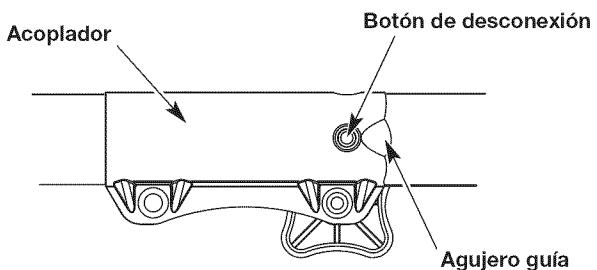

Fig. 2
**NOTA:** Alinear el botón de desconexión con el agujero guía facilitará la instalación (Fig. 2).
2. Oprima y sostenga el botón de desconexión (Fig. 2).